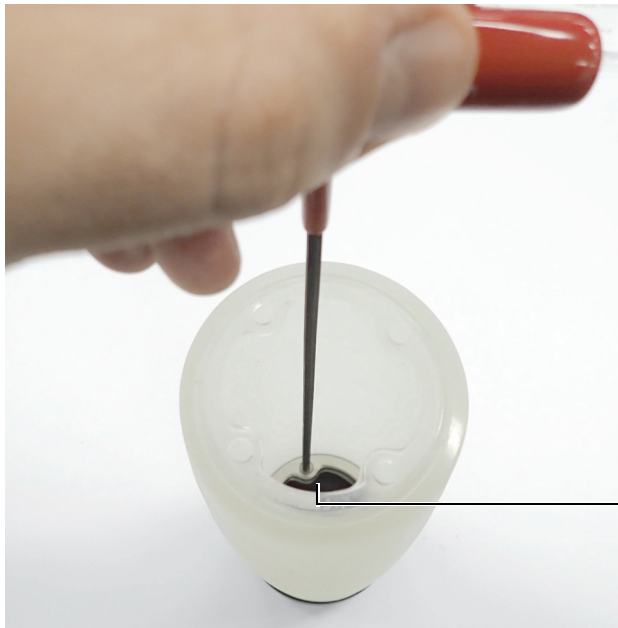

図 6-20 アコースティックホイールプレーンフランジの取り外し
2. プレーンフランジを取り外します（101 ページの図 6-20）。